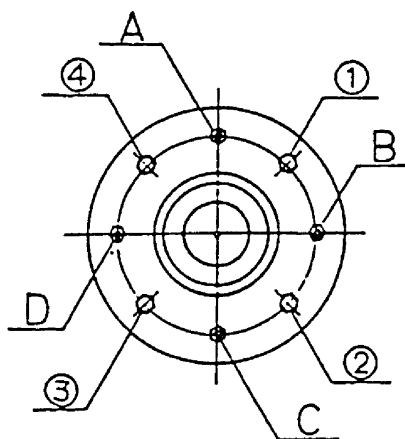

図 9-9
9.3.6 ドラムの芯出し調整 (図 9-9)
- ・ 主軸ベアリングケースを止めている取付けボルト及びナット 4 箇所(A～D)と、調整ボルト及びナット 4 箇所(①～④)で調整します。(図 9-9)
- ・ 例えば、ドラムの口金を機械正面より見て右に寄せたい場合、③、④と A,C,D のナットを少し緩め、③、④のボルトをドラムの口金を見ながら締め込みます。
- ・ 調整が終わったら、③、④と A,C,D のナットを締め込みます。
- ・ 4 個のナット①～④を取り外し、ベアリングケースを後方へ抜いてください。(図 9-9)